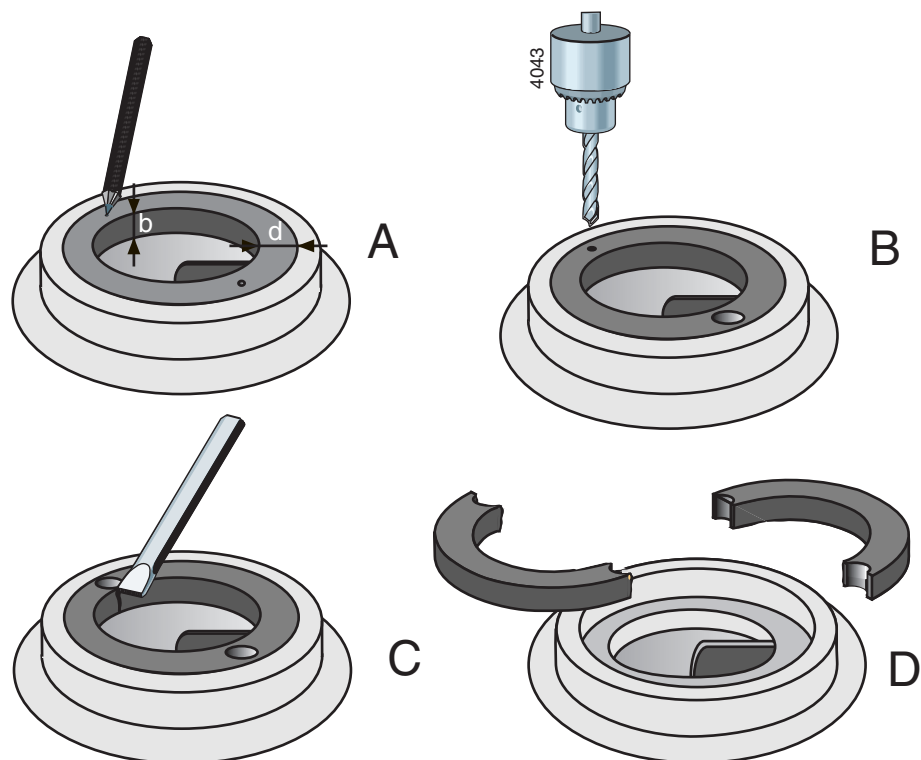

Figura 14: Îndepărtarea inelului de uzură
- 1 Măsurați grosimea (d) și lățimea (b) a inelului, a se vedea figura 14 A.
- 2 Dați o gaură centrală în mijlocul marginii inelului în două puncte opuse, a se vedea figura 14 B.
- 3 Utilizați un burghiu cu diametrul puțin mai mic decât grosimea (d) a inelului și dați două găuri în inel, a se vedea figura 14 C. Găurile nu trebuie să fie mai adânci de lățimea (b) a inelului. Aveți grijă să nu deteriorați marginea de prindere a carcasei pompei.
- 4 Utilizați o dală ca să tăiați partea rămasă din grosimea inelului. Puteți acum să îndepărtați din două bucăți inelul de pe carcasa pompei a se vedea figura 14 D.